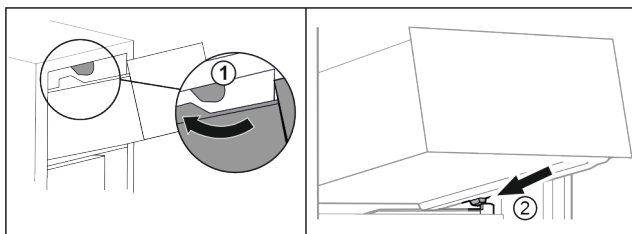

Fig. 69
- ▶ Preved'te zásuvku okolo horných zarážok. Fig. 69 (1)
- ▶ Nasad'te zásuvku šikmo za dolnými zarážkami na rebro nádoby. Fig. 69 (2)